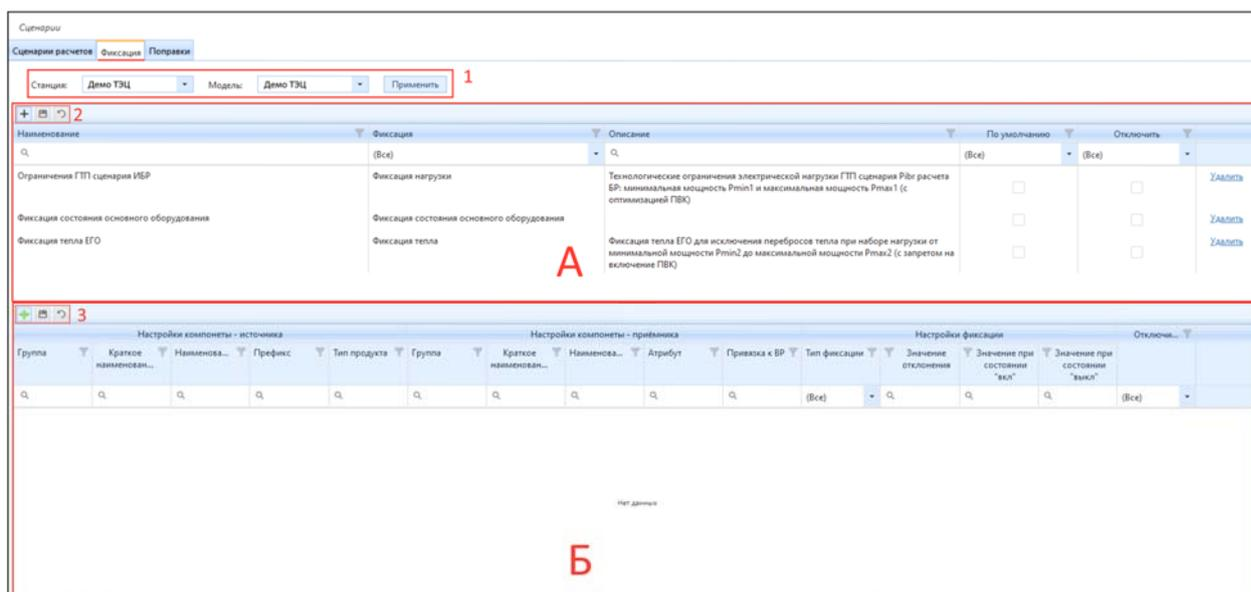

Рисунок 4.3.38 – Интерфейс пункта меню «Фиксация»
Пункт меню (1) «Сценарии расчетов» делится на две рабочие области (рис. 4.3.38):
Пункт меню «Фиксации» служит для создания и настройки фиксаций состояния оборудования между сценариями, а также настройки фиксации по теплу. Окно «Фиксации» делится на две рабочие области (рис. 4.3.38):